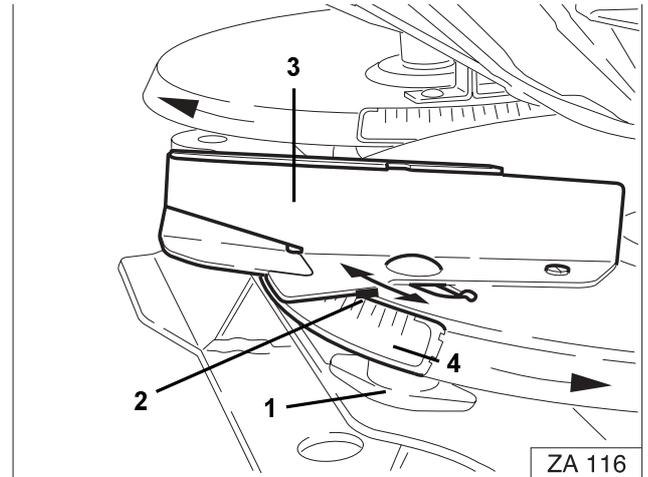

Fig. 30
- Flügelmutter (Fig. 30/1) lösen.
- Ablesekante (Fig. 30/2) der kurzen Schaufel (Fig. 30/3) auf den Wert "8" der Skala (Fig. 30/4) schwenken.
- **Flügelmutter (Fig. 30/1) wieder fest anziehen (werkzeuglos).**